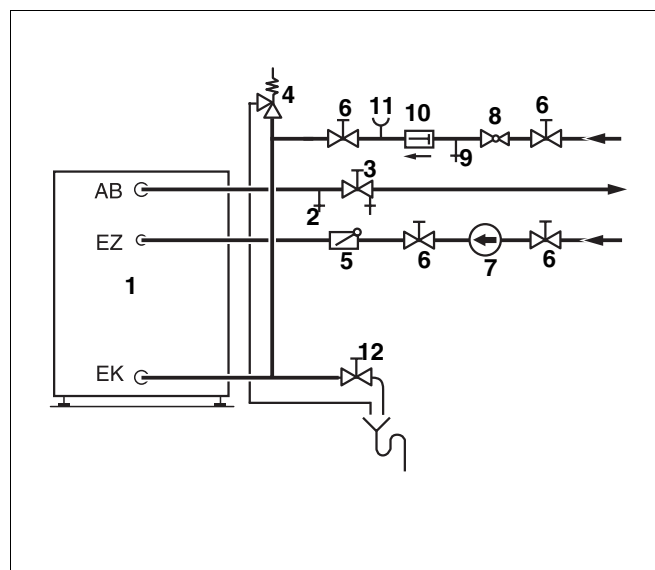

Рис. 3 Монтаж трубопроводов и арматуры
Монтаж трубопроводов и установку на них арматуры необходимо проводить в соответствии с рис. 3, учитывая существующие нормы и правила.
- Установить вентиль для продувки и спуска воздуха в трубопровод горячей воды перед запорным вентилям (рис. 3).